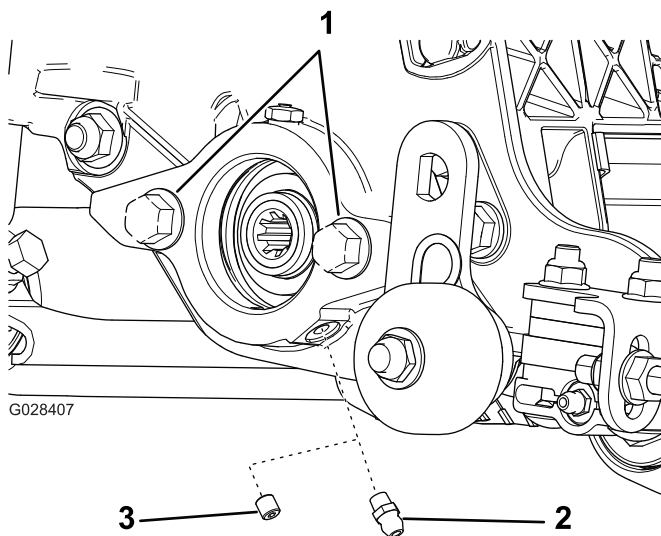

Figura 5
1. Retire y deseche el tornillo de fijación de la placa lateral del motor del molinete (Figura 5).
2. Instale el engrasador recto (Figura 5).
3. Si no hay pernos en la placa lateral del motor del molinete, instálelos (Figura 5).